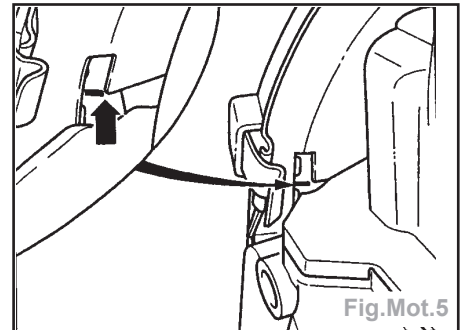

Fig.Mot.5
- Mettre le pignon d'ACT sur le repère de PMH du cylindre 1 et faire coïncider le repère du pignon d'ACT et le repère sur la protection AR de courroie (flèche) (Fig.Mot.5).